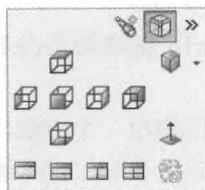

图 1-8 视图定向选择下拉菜单
- “视图定向”按钮 单击该按钮后，将弹出视图定向选择下拉菜单，如图 1-8 所示，通过单击此菜单栏中的按钮，可将视图调整到上、下、左、右、前、后和轴测视图（或多视图方式）进行显示。单击“正视于”按钮 后，可选择模型的某个面，以显示正